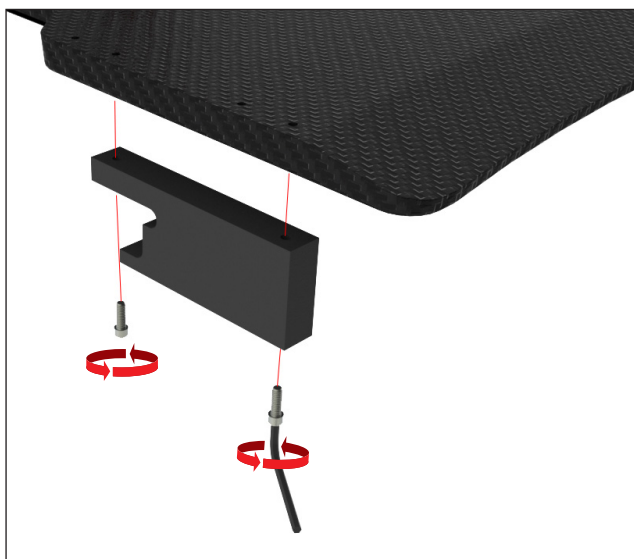

Fig. 35
1. Montera adaptorn i den position som visas nedan, i två av hålen med 140 mm mellanrum, med två ¼-20 x ¾-tums huvudskruvar med medföljande insexnyckel (Fig. 35).